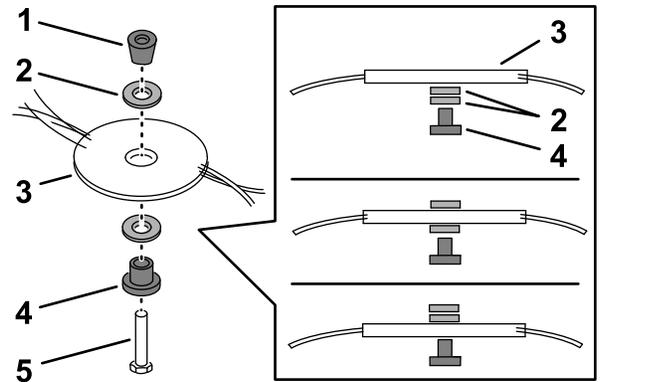

Bild 27
2. Ändern Sie die Position der Distanzstücke, um die Schnitthöhe einzustellen, wie in Bild 27 dargestellt.